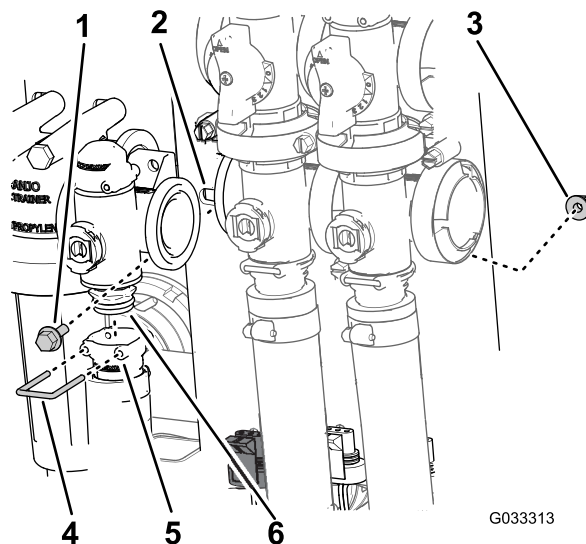

Figura 68
2. Rimuovete il fermo che fissa il raccordo di uscita al collettore per la valvola di comando del volume (Figura 68).
3. Rimuovete i 2 bulloni a testa flangiata e i 2 dadi di bloccaggio flangiati che fissano la valvola di comando del volume al supporto della valvola e rimuovete il collettore della valvola dalla macchina (Figura 68).